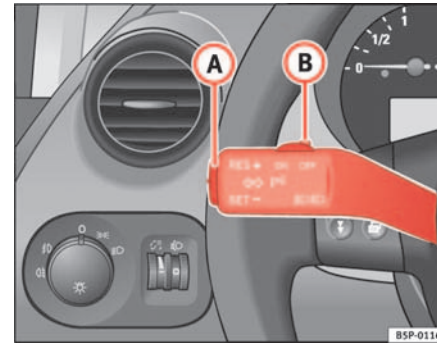

Abb. 141 Blinker- und Fernlichthebel: Schalter und Wippe für GRA
- Drücken Sie den oberen Teil der Wippe **RES+** ⇒ Abb. 141 **A**, um die Geschwindigkeit zu erhöhen. Solange Sie die Wippe gedrückt halten, beschleunigt das Fahrzeug. Sobald Sie die Wippe loslassen, wird die neue Geschwindigkeit gespeichert.
Wenn Sie die gespeicherte Geschwindigkeit durch Treten des Bremspedal verringern, ist die Regelung der gespeicherten Geschwindigkeit ausgeschaltet. Sie können durch einmaliges Drücken des oberen Teils der Wippe **RES+** ⇒ Abb. 141 **A** die Regelung wieder aufnehmen.